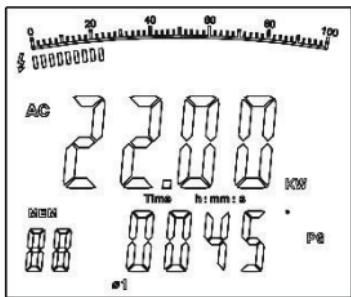

Рис. 7
1. Нажать кнопку **SEL**, чтобы выбрать первую фазу **Ø1**, см. рис. 7. На двухуровневом экране отображается активная мощность кВт и значение PG (угол фазы) первой фазы 1.